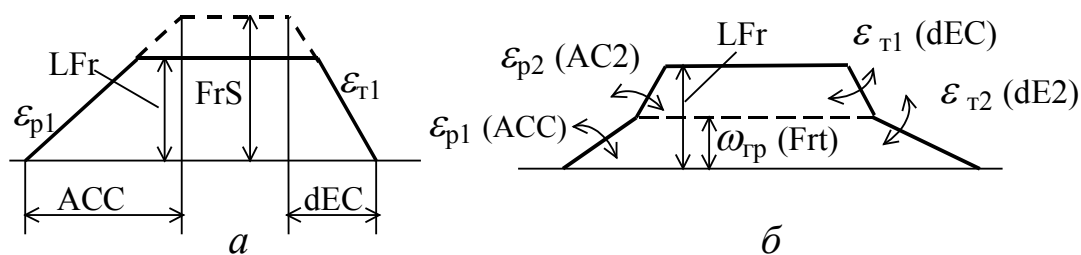
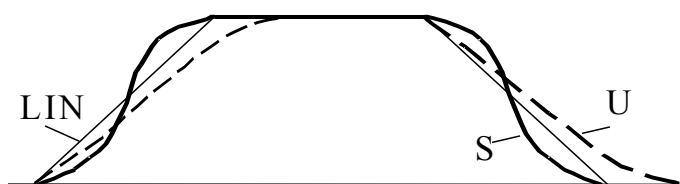

Рис. 6. Одноступінчаста (а) і двоступінчаста (б) тахограми
Рис. 7. Форми тахограм
Прискорення при одноступінчастому пуску (рис. 6а) задається за допомогою функції ACC (меню ADJUST), що визначає тривалість розгону (у секундах) до номінальної частоти. Цій тривалості відповідає прискорення
Розгін із двома рівнями прискорення використовують у механізмах із пружними ланками в кінематичному ланцюзі (довгі конвеєри, швидкісні ліфти тощо) для зниження динамічних навантажень. Для цього призначені функції AC2 і dE2. Прискорення й уповільнення ε_{p2} і ε_{T2} на другій ступіні задаються ними так само, як і у функціях ACC і dEC (рис. 6б). Частота (у Гц), при якій відбувається переключення з першої ступіні на другу, визначається функцією Frt (меню ADJUST).
У тахограмах, показаних на рис. 6, швидкість двигуна на кожній ступіні змінюється лінійно. За допомогою функції rPt можна вибрати інший закон її зміни (рис. 7): лінійний (LIN), U-подібний (U) і S-подібний (S). Це дозволяє забезпечити плавну зміну прискорення й обмежити ривок.